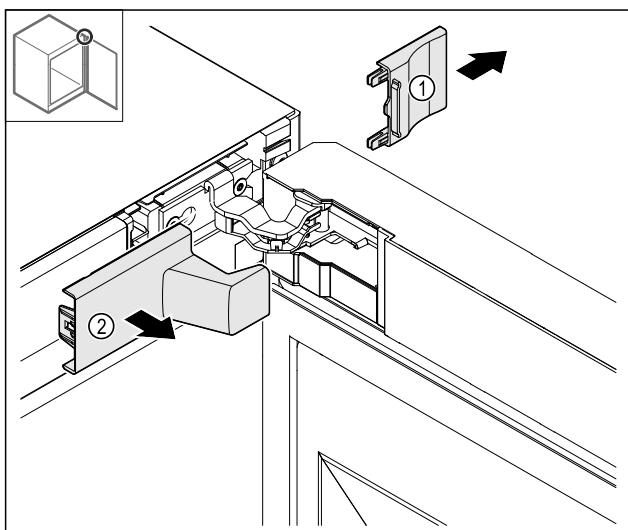

Fig. 14
- Afdekking Fig. 14 (1) en vervolgens Fig. 14 (2) verwijderen.